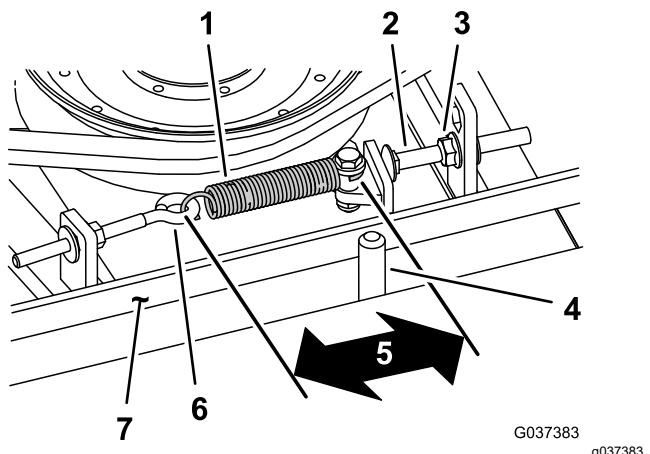

Рисунок 113
При правильном натяжении внутренняя длина пружины растяжения (между зацепами) должна быть приблизительно 8,3–9,5 см. После того, как будет достигнуто правильное натяжение пружины растяжения, отрегулируйте упорный болт (каретный болт) так, чтобы между головкой болта и рычагом натяжного ролика оставался зазор 2–5 мм. (Рисунок 113).
Примечание: Убедитесь, что ремень расположен на направляющей ремня со стороны пружины (Рисунок 113).
2. Ослабьте рым-болт, чтобы можно было снять пружину растяжения (Рисунок 113).
3. Ослабьте фланцевую гайку, которая крепит упорный болт к монтажному выступу, и отодвиньте натяжной ролик от ремня, чтобы ослабить натяжение ремня (Рисунок 113).
9. Подсоедините пружину растяжения (Рисунок 113) к рым-болту и натяните ремень следующим образом: